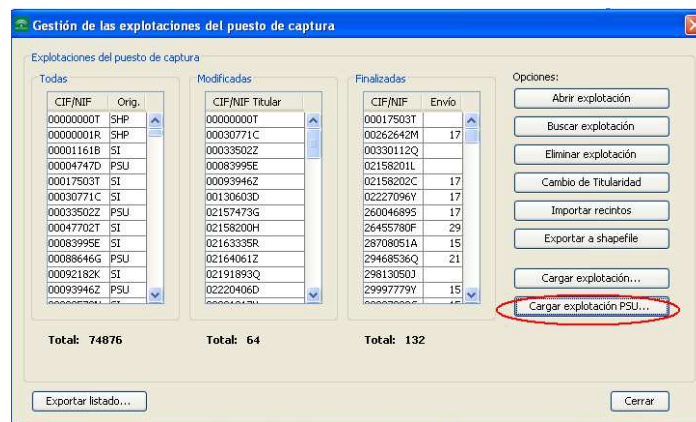

Fig. 19.1
- **Cargar explotación PSU:** Permite cargar un explotación directamente desde la BD Central (Fig. 19.1). Para acceder a esta opción, se debe acceder mediante “Acceso a BD Central”, introduciendo el usuario y contraseña específico de la EERR.